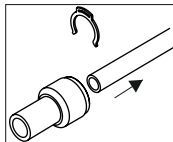

Bild 3
- 3) Nehmen sie den Schlauch heraus (Bild 3).